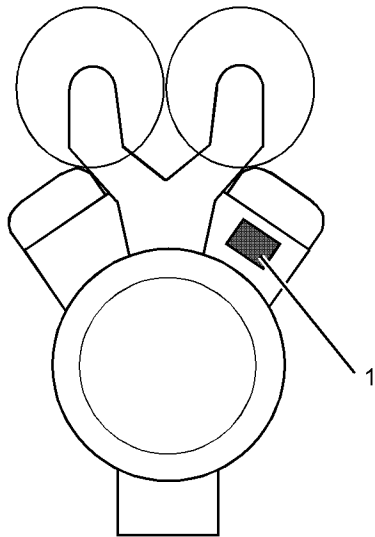

Ilustración 24
La placa del número de serie (1) en un motor en V se encuentra en la cara trasera del bloque de motor (bancada A). Vea la ilustración 24 .